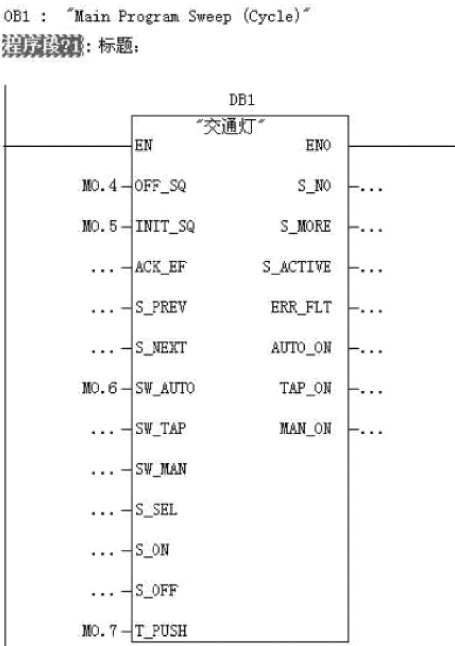

图 6-32 在 OB1 里编写的程序
8) 在 OB1 里编写调用 FB1 的程序, 如图 6-32 所示。